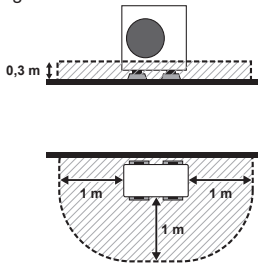

Afb. 3-2
(1) Bij installatie in een ruimte die aan alle kanten open is (Afb. 3-2)